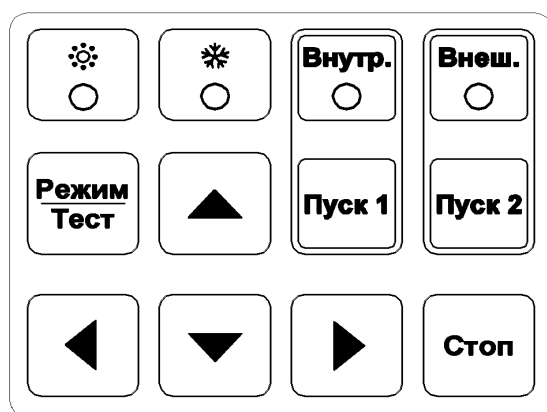

Рисунок 2. Вид клавиш управления
- 3.3.8 На лицевой панели блока управления термостата располагаются жидкокристаллический индикатор 2х16 символов, клавиши управления и индикаторные светодиоды, отражающие режимы работы (см. рисунок 2).